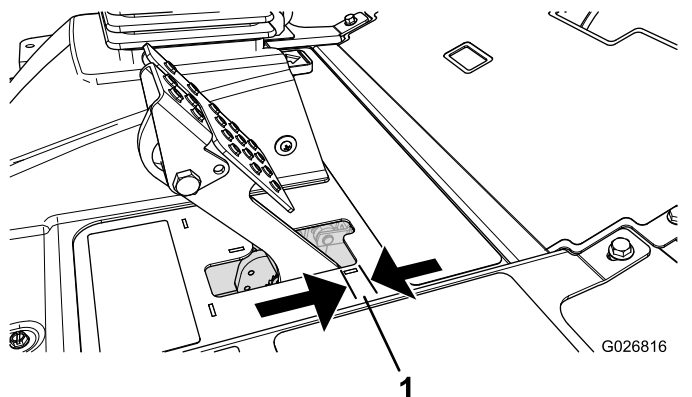

Figura 97
Ajuste os travões se o pedal do travão apresentar uma folga superior a 2,5 cm ou quando os travões não funcionarem de forma eficaz (Figura 97). Folga é a distância percorrida pelo pedal antes de se verificar qualquer resistência ao movimento.
2. Aperte a porca traseira para deslocar o cabo para trás até que os pedais dos travões apresentem uma folga de 0,63 a 1,27 cm antes de alcançar o bloqueio (Figura 97).